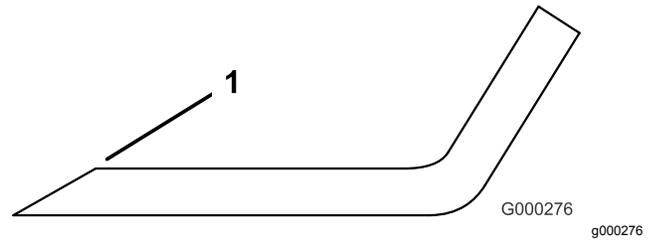

Figura 126
Nota: Afie apenas a zona superior da parte cortante e mantenha o ângulo de corte original para garantir um desempenho eficaz da lâmina (Figura 126). A lâmina manterá o equilíbrio se for retirada a mesma quantidade de metal de ambas as extremidades de corte.
3. Inspeccione as extremidades de corte de todas as lâminas e afie-as se apresentarem sinais de desgaste ou ranhuras (Figura 126).